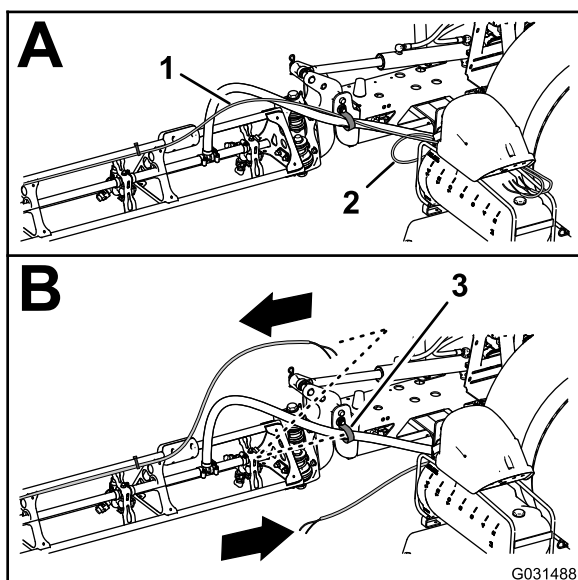

Figura 24
5. Spostate i tubi per gli ugelli della schiuma nella sezione delle barre di sinistra e destra, indietro e attraverso il serratubi a R accanto al punto di articolazione per la sezione delle barre (Figura 24).